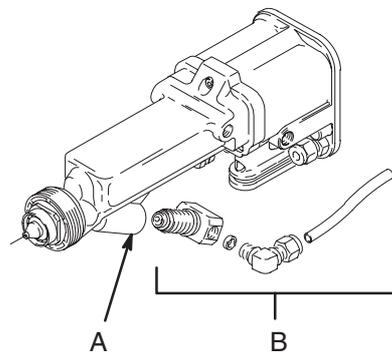
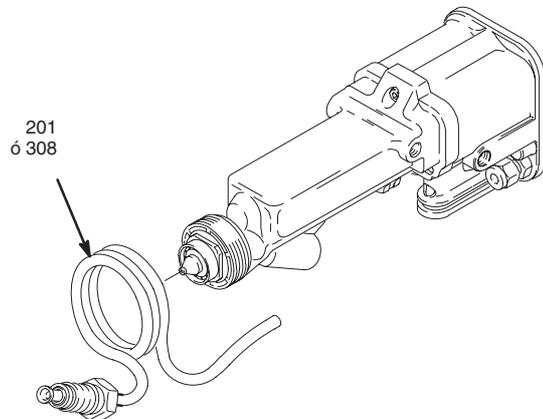

Fig. 31 03934
Fig. 32 03935
4. Desmontar el tubo del producto, los acoplamientos, las juntas tóricas y el espaciador (B) de la pistola PRO 5500SC (B). Ver la Fig. 31.
5. Limpiar la entrada de producto del cañón (A) con un disolvente compatible. Inspeccionar la entrada de producto del cañón por daños y, si fuera necesario, cambiar.
6. Deslizar los serpentines del conjunto del tubo (201 ó 308—si se va a instalar el Kit de recirculación) sobre la parte delantera del cañón de la pistola, hasta que sobrepasen la entrada de producto del cañón (A). Ver las Fig. 32 y 33.